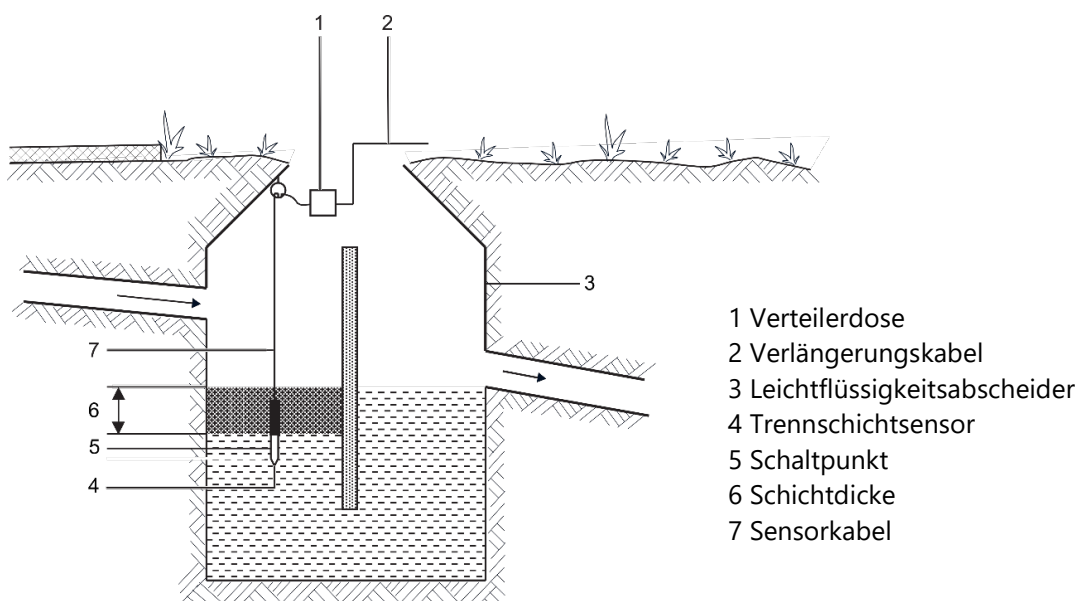

Abbildung 3: SEPARIX-C, Installation
Der Trennschichtsensor (4) wird an seinem Kabel (7) so in die zu überwachende Flüssigkeit in den Leichtflüssigkeitsabscheider (3) gehängt, dass der Abstand zur Abscheiderwand und Abscheidereinbauten mindestens 100 mm beträgt (siehe Abbildung 3). Dabei ist zu beachten, dass sich der Sensor nicht im direkten Zulaufbereich des Abscheiders befindet, da dort eine erhöhte Gefahr der Verschmutzung oder Störung durch spritzende Flüssigkeit besteht. Befestigungsart und -materialien sind von den örtlichen Errichtungsvorschriften und dem Material des Abscheiders (Beton, Kunststoff, Metall etc.) abhängig.